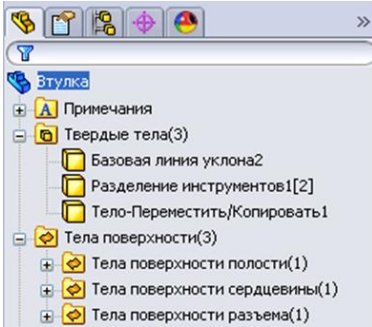

Рисунок 12.60 - Параметры відображення напівформ
Мінус потрібний тому, що вісь Z спрямована вниз. Натисніть кнопку **ОК** - і ви одержите поділ інструментів. Далі перейдемо до установлення видимості ливарної форми. Отже щоб відобразити об'єкти напівформ без додаткових тіл або поверхонь, у дереві конструювання необхідно буде вибрати в розділі «Твердые тела (3)» і «Тела поверхности(3)» параметри «Скрыть твердое тело» й «Скрыть тело поверхности» (рис. 12.60).